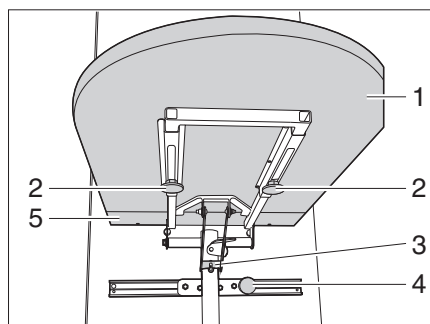

Fig. 41 Tavolo ribaltabile, sede del piede del tavolo
- Svitare le due viti a testa zigrinata (Fig. 41,2) e spingere il piano del tavolo (Fig. 41,1) in avanti.
- Togliere la prolunga (Fig. 41,5) dal piano del tavolo.
- Sollevare il piano del tavolo e sganciare il puntello (Fig. 41,3).
- Ruotare il piano del tavolo (Fig. 41,1) verso il basso.
- Svitare la vite a testa zigrinata (Fig. 41,4) e spostare il tavolo ribaltabile nella posizione desiderata.
- Riserrare la vite a testa zigrinata (Fig. 41,4).